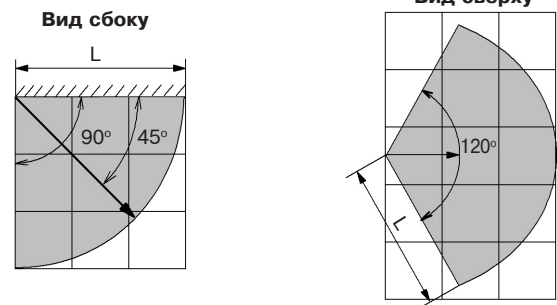

Рисунок 2 – Диаграмма зоны обнаружения АК канала
1. При выборе места установки следует принимать во внимание диаграмму направленности извещателя (рисунок 2);
7. Расстояние (L) от извещателя до самой удаленной точки охраняемого стекла должно быть не более 6 м.